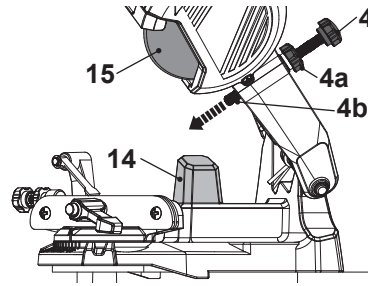

Fig. 6
1. Empurrar o disco de moagem (15) pela pega (1) até que a rosca do medidor de profundidade (4b) toque no batente de profundidade (14) para verificar a profundidade a que o disco de moagem (15) pode ser empurrado para baixo na corrente da serra (Fig. 6).
2. Soltar a porca de bloqueio (4a) e rodar o medidor de profundidade (4) para ajustar a profundidade de corte. Coloque-o num lugar afastado para que o disco de moagem (15) só possa ir tão fundo quanto absolutamente necessário para afiar a aresta de corte.